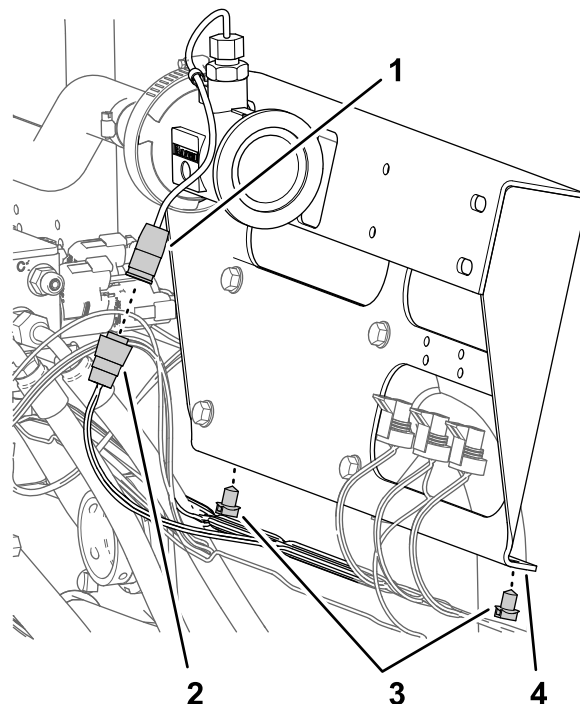

図 70
1. フローメータの 3 ピンコネクタから、車両用ワイヤハーネスの中のFLOW METERというラベルのついた 3 ソケットコネクタを外す 図 70。
2. boomバルブ用ブラケットの下側フランジから、車両用ワイヤハーネス固定している押し込みファスナー2個を外す 図 70。